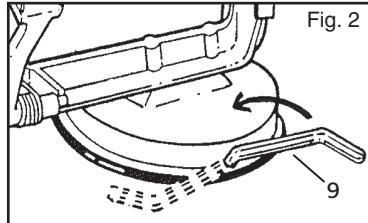

Fig. 2
3. Äppelsvarven fästs på arbetsytan med hjälp av sugpropssfästet. Se fig. 2.
- a. Fäll spaken (9) helt åt höger.